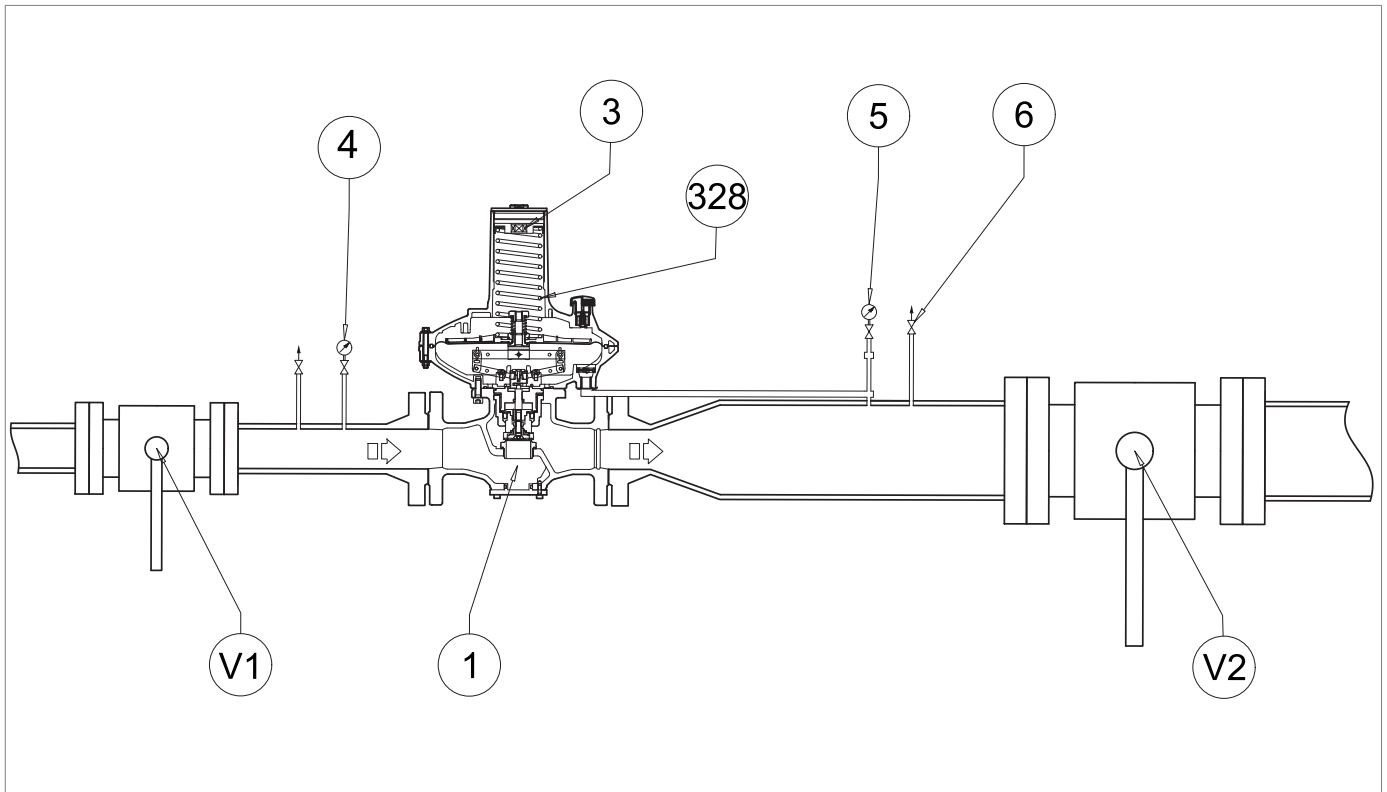
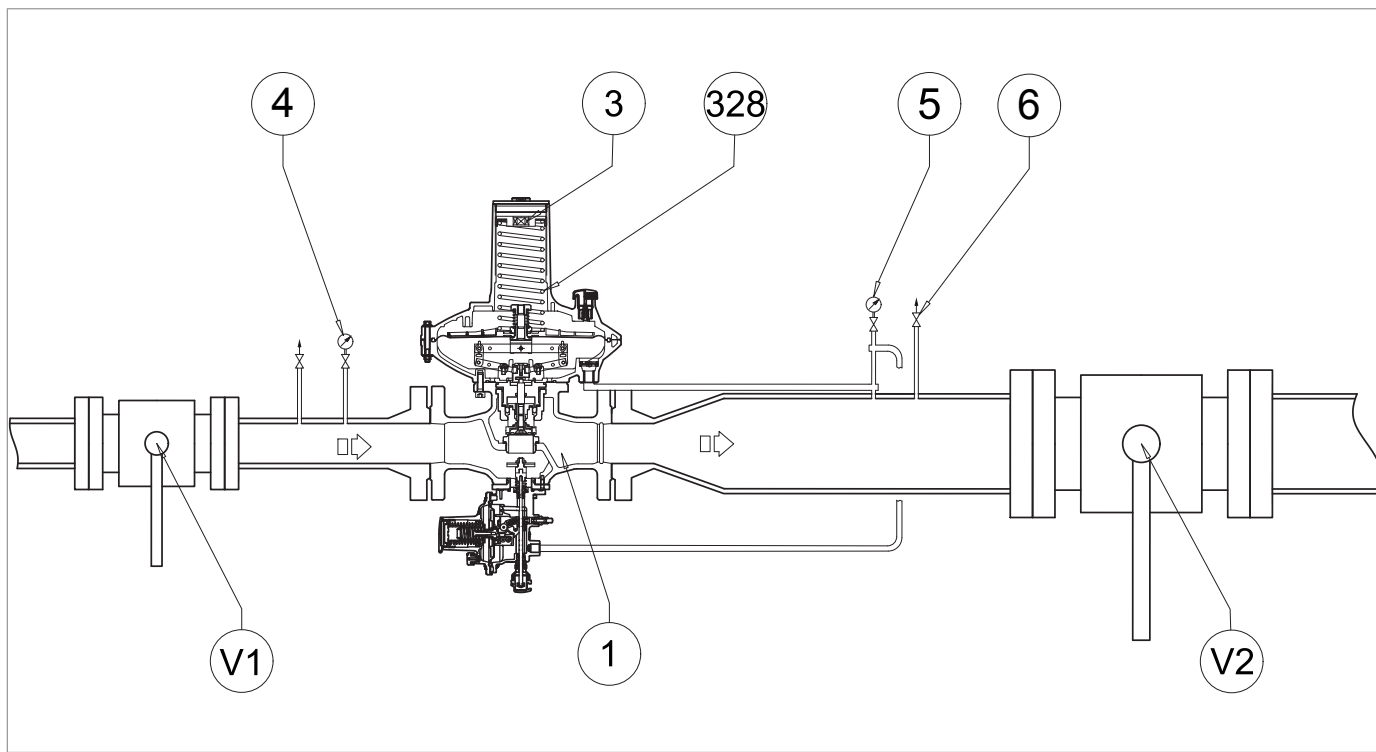
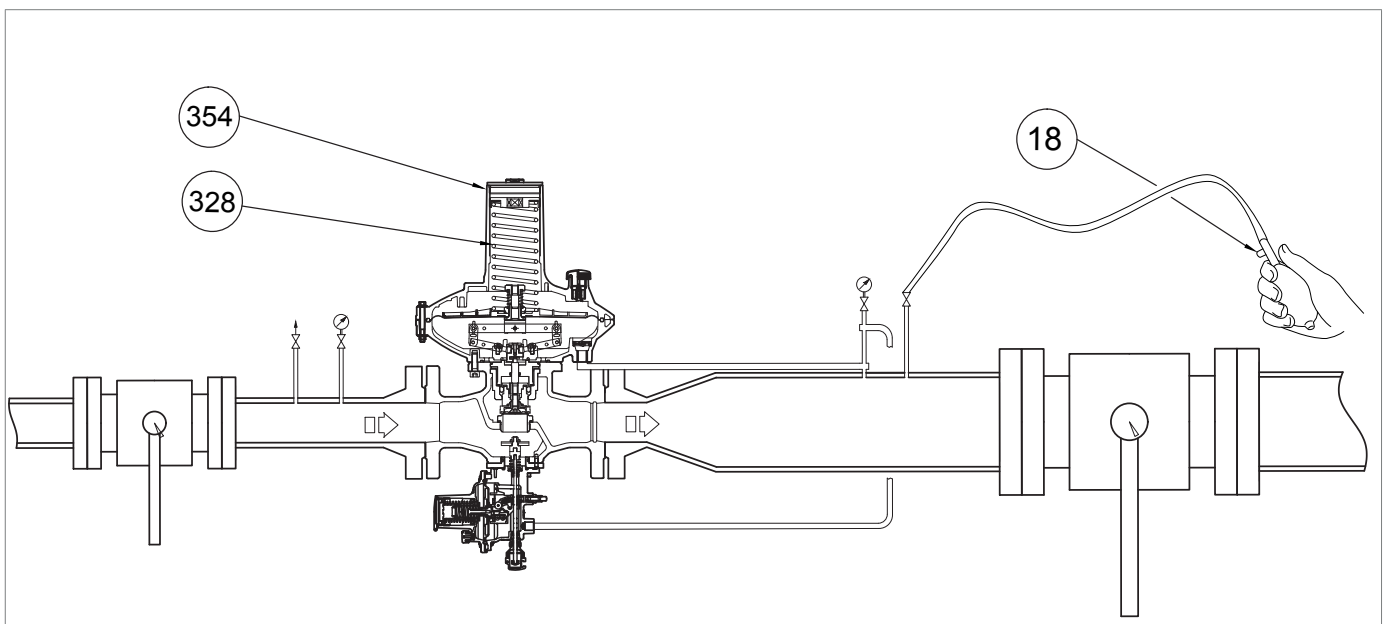

Fig. 8.16. Puesta en marcha del regulador DIVAL 600
Fig. 8.19. Puesta en marcha del regulador DIVAL 600 con válvula de bloqueo LA
Fig. 8.21. Presurización con fuente externa para válvula de bloqueo incorporada LA
Aumente la presión aguas abajo hasta el valor de intervención de la válvula de bloqueo, conectando una fuente de presión externa al grifo de descarga (fig. 8.16, ref. 6) situado en la tubería aguas abajo, asegurándose de abrir un grifo de descarga adicional (fig. 8.21, ref. 18).
1	<div style="border: 1px solid black; padding: 5px; margin-bottom: 5px;">  ¡AVISO! </div> Compruebe la presión consultando el manómetro aguas abajo (fig. 8.16, ref. 5). Si la válvula de bloqueo: <ul style="list-style-type: none"> • se dispara antes del valor de presión previsto: enrosque (en el sentido de las agujas del reloj) la tuerca de ajuste (13) para comprimir más el muelle (11); • no se dispara con el valor de presión previsto: desenrosque (en sentido contrario a las agujas del reloj) la tuerca de ajuste (13), para aliviar el muelle (11).
3	Cierre el grifo de descarga adicional (fig. 8.21, ref. 18).
6	Desconecte la fuente de presión externa del grifo de descarga (fig. 8.16, ref. 6).
3	Si es necesario, retire el tapón de cierre (fig. 8.21, ref. 354) junto con la tuerca de ajuste y retire el muelle de regulación (fig. 8.21, ref. 328). ¡AVISO! Compruebe el valor de la presión de intervención de la válvula de bloqueo indicada por el manómetro de aguas abajo (fig. 8.19, ref. 5).
5	Después de comprobar que la válvula de bloqueo funciona con el valor preestablecido, actúe como sigue: <ol style="list-style-type: none"> 1. Cierre el grifo de ventilación (fig. 8.16, ref. 6) 2. Coloque el muelle de regulación (fig. 8.21, ref. 328), el tapón de cierre (fig. 8.21, ref. 354), la tuerca de regulación (fig. 8.16, ref. 3) 3. Abra lentamente la válvula de cierre aguas arriba (V1) hasta que el valor de la presión aguas abajo (Pd) alcance el valor de calibración del regulador, tomando como referencia el manómetro aguas abajo (fig. 8.16, ref. 5) 4. Cierre la válvula de cierre aguas arriba (V1) 5. Abra lentamente y parcialmente el grifo de ventilación (fig. 8.16, ref. 6) para disminuir la presión aguas abajo consultando al manómetro aguas abajo (fig. 8.16, ref. 5) hasta que se alcance el valor de disparo por presión mínima 6. Compruebe la correcta calibración del muelle de presión mínima, repitiendo los pasos 2-3-4 al menos tres veces 7. Realice la calibración del regulador principal, consultando el apartado “8.5 - Procedimiento de puesta en marcha del regulador”